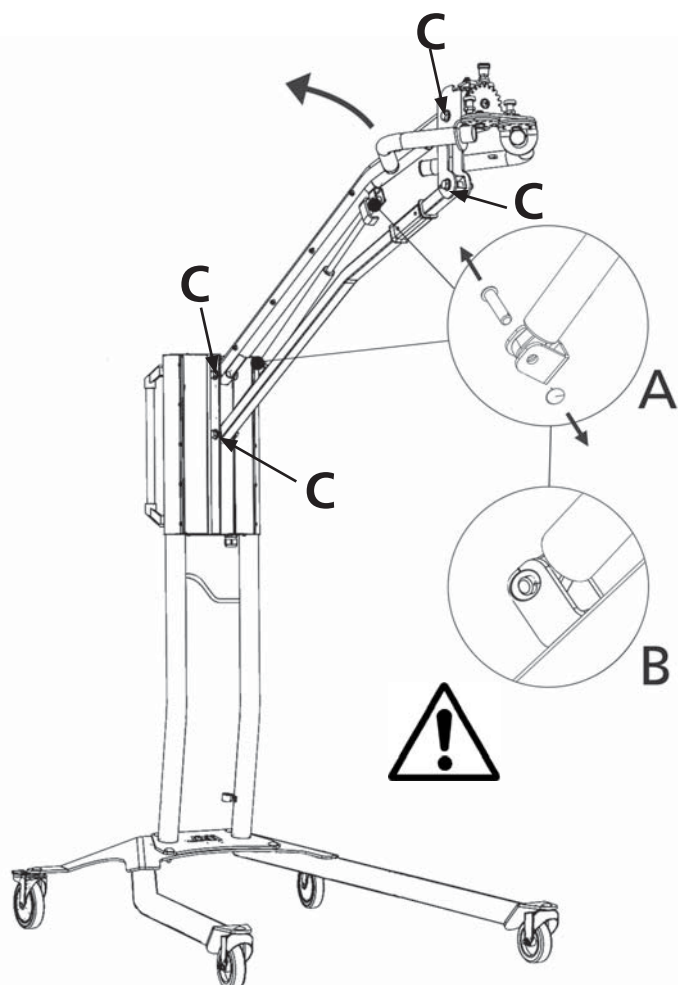

fig 2
2. Sistemare il braccio parallelo nella posizione più dritta possibile. (fig 2)
4. Rimuovere gli anelli di bloccaggio e i due perni. Spostare la molla a gas leggermente verso l'alto/in avanti e quindi rimuoverla. (fig 2)